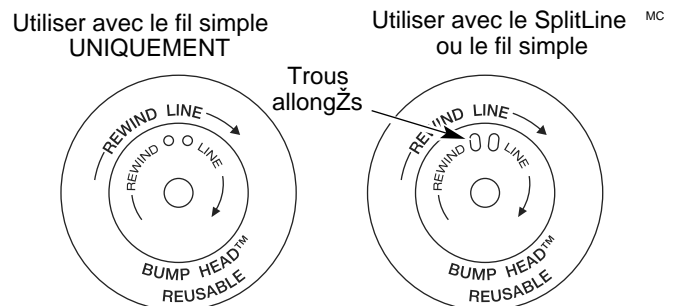

Fig. 18
**REMARQUE :** le SplitLineMC peut être utilisé seulement avec le moulinet intérieur à trous allongés. Le fil simple peut être utilisé avec les deux sortes de moulinet intérieur. Identifiez votre type de moulinet en vous référant à la Figure 18.